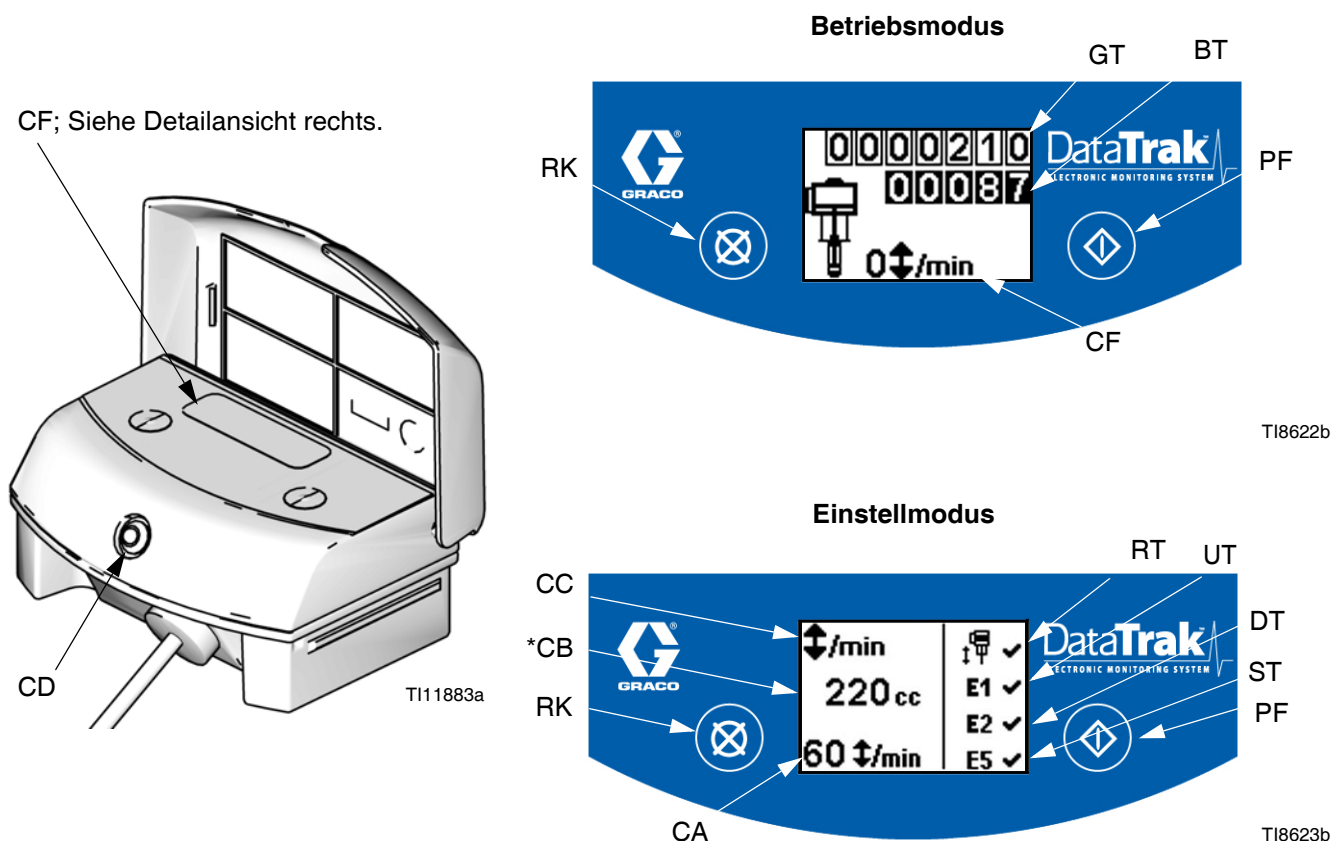

ABB. 31. Steuerelemente und Anzeigen von DataTrak
HINWEIS: Siehe Abb. 31. Die Anzeige (Y) wird im Ausführungsmodus nach 1 Minute bzw. im Einstellungsmodus nach 3 Minuten Inaktivität automatisch ausgeschaltet. Eine beliebige Taste betätigen, um die Anzeige wieder zu aktivieren. DataTrak zählt auch bei ausgeschalteter Anzeige die Zyklen weiter.
1. Siehe ABB. 31.  5 Sekunden lang gedrückt halten, bis das Vorbereitungs-menü erscheint.
HINWEIS: Wenn die Fehleroptionen für den Trockenlauf E1, E2 und E5 aktiviert sind, ✓ erscheint auf dem Setup-Bildschirm ein -Zeichen. Siehe ABB. 31.
1. Siehe ABB. 31. Läuft die Pumpe trocken, wird die Trockenlauf-Magnetspule aktiviert und die Pumpe gestoppt. Die LED (CD) blinkt, und auf der Anzeige (CF) wird der Trockenlaufzustand angezeigt (siehe Tabelle 1). Die Anzeige durchläuft sechs Anleitungsbildschirme.
Trockenlaufwert (CA) auf 0 (Null) oder schalten Sie (RT)  aus (siehe ABB. 31).
1. Siehe ABB. 31. Zum Aufrufen des Ansaug-/Spül-Modus eine beliebige Taste betätigen, um die Anzeige zu aktivieren. Dann  betätigen. Auf der Anzeige wird das Ansaug-/Spül-Symbol angezeigt und die LED blinkt
2. Während sich das Gerät im Ansaug-/Spül-Modus befindet, ist der Trockenlaufschutz deaktiviert und der Teilmengenzähler (BT) zählt nicht. Der Gesamtsummenzähler (GT) zählt weiter.
Siehe ABB. 31. Die letzte Ziffer des Chargenzählers (BT) stellt ein Zehntel der gewählten Einheit dar (Liter bzw. Gallonen). Um den Zähler zurückzusetzen, eine beliebige Taste betätigen, um die Anzeige zu aktivieren, dann  betätigen und für 3 Sekunden lang gedrückt halten.
Siehe ABB. 31. Die Anzeige (CF) wird im Ausführungsmodus nach 1 Minute bzw. im Einrichtungsmodus nach 3 Minuten Inaktivität automatisch ausgeschaltet. Eine beliebige Taste betätigen, um die Anzeige wieder zu aktivieren.
DataTrak ist in der Lage, verschiedene Probleme der Pumpe zu diagnostizieren. Wenn die Überwachung ein Problem feststellt, blinkt die LED (CD, siehe ABB. 31) auf und auf der Anzeige erscheint ein Diagnosecode. Siehe Tabelle 1